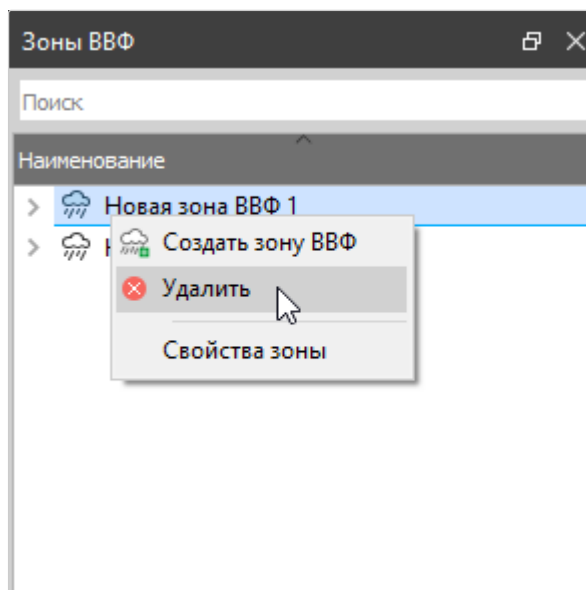

Рисунок 136. Удаление зоны ВВФ
- 1) В плавающем окне «Зоны ВВФ» (см. Плавающее окно «Зоны ВВФ») щелкнуть правой кнопкой мыши по наименованию зоны ВВФ (или выделить несколько зон предварительно зажав клавишу **Ctrl** или **Shift**) и в открывшемся контекстном меню выбрать команду «Удалить» (см. рисунок 136).